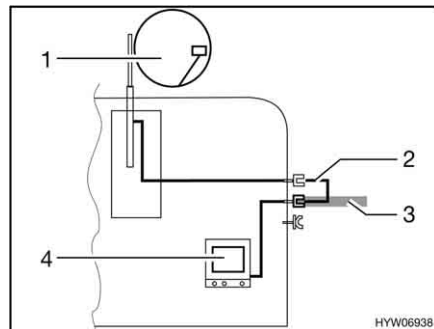

Fig. 98 TV dans le véhicule
- TV dans le véhicule (Fig. 98,4) : Raccord à l'antenne sur le toit (Fig. 98,1) avec câble d'alimentation (Fig. 98,2)
- TV dans le véhicule (Fig. 98,4) : Raccord à l'antenne extérieure (Fig. 98,3)